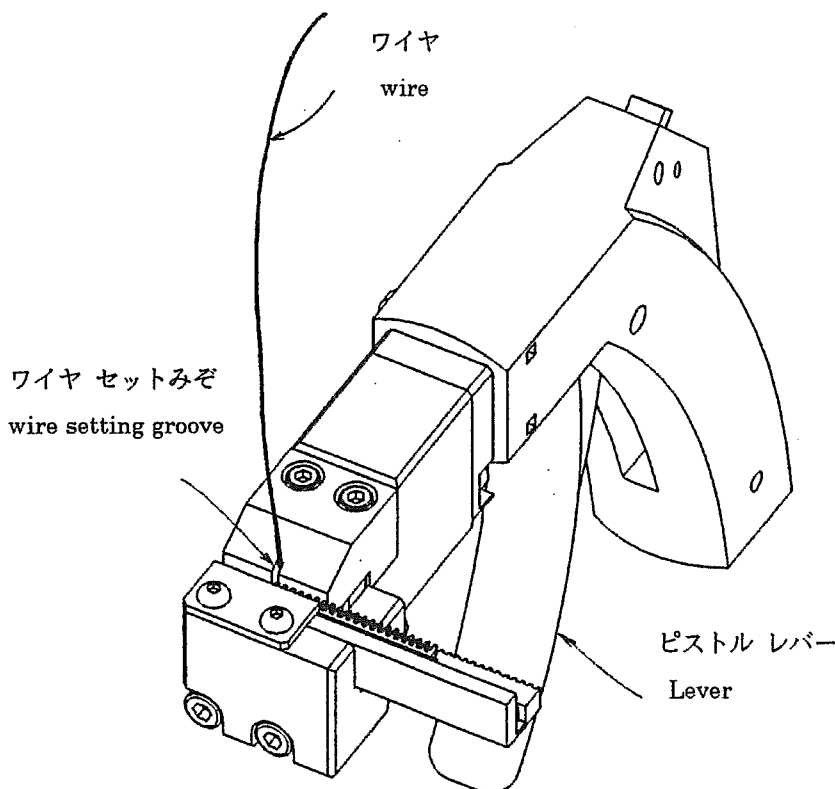

Fig.5
- 4) ワイヤセット溝に、ワイヤが突き当たるまで差し込みピストルレバーを握って下さい。(Fig.5)
- 4) Insert a wire into the wire setting groove until the wire end touches the end of the tool. Then squeeze the pistol lever. (Fig.5)